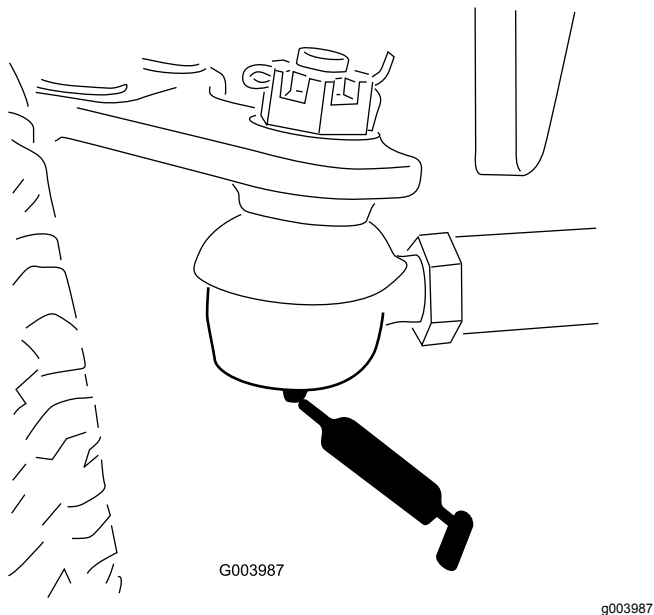

Figura 50
- Tirante del ponte posteriore (2)—Figura 50